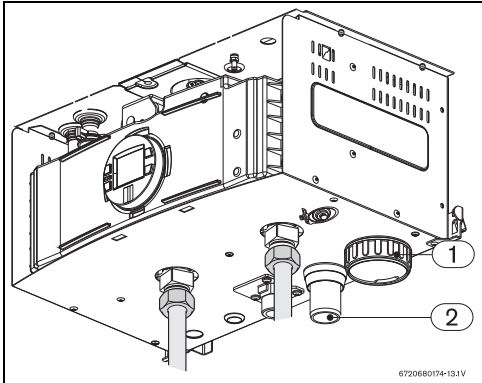

Fig. 25
Assegurar que as ligações permitem o fácil acesso e abertura da tampa do reservatório de condensados (Fig. 25, pos. 1).